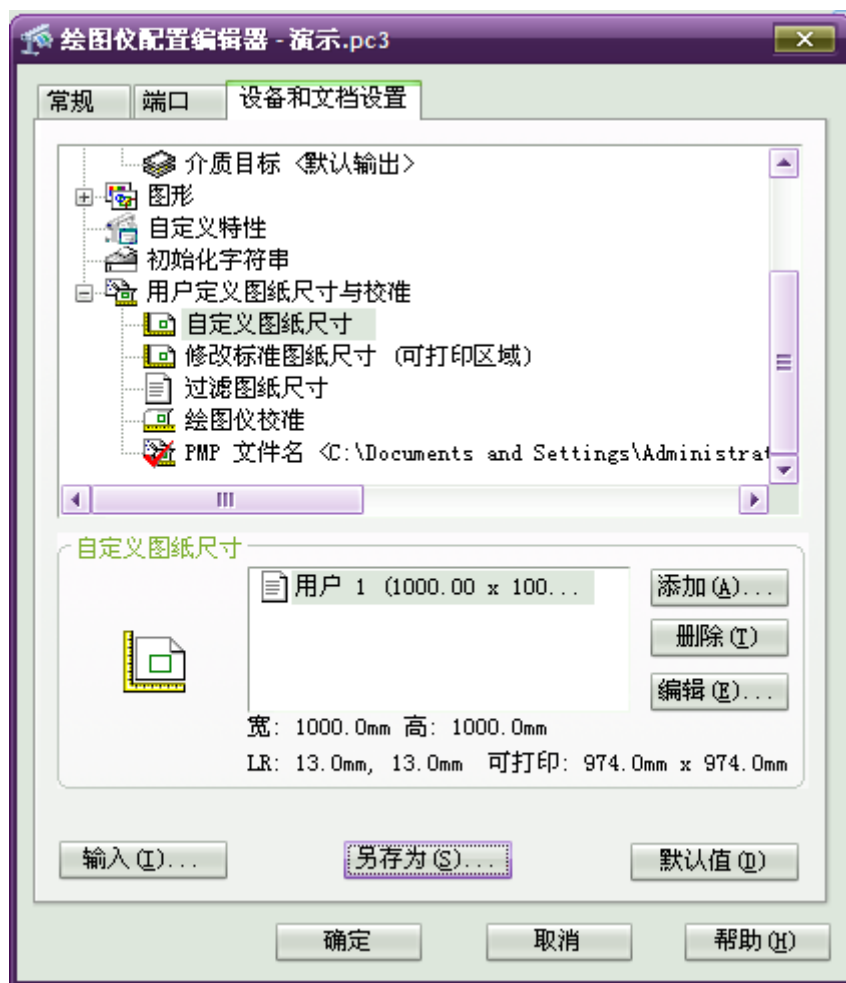

图 21
6、上一步完成后返回“绘图仪配置编辑器”初始界面，点击确定即可。如图 21。